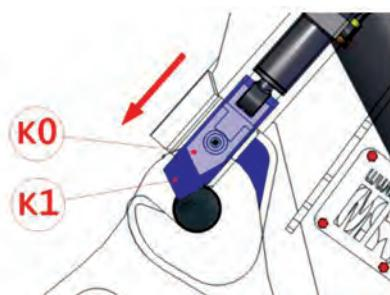

Рис. 5.2.11
- Вновь подайте команду на закрытие цилиндра (С). Теперь можно выдвинуть клин, переместив его из положения (K0) в положение (K1) (Рис. 5.2.11).